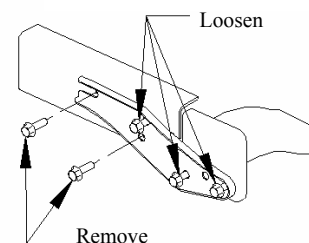

Figure 2
①	Qty. (4)	Conical Washer, 1/2"	③	Qty. (4)	Spacer
②	Qty. (4)	Hex Bolt, M12 x 40 x 1.25
2. Referring to Figure 2, remove two (2) of the existing M12 hex washer bolts from the bumper bracket as shown, and loosen the other three (3) bolts. Do this on both sides.
①	Qté. (4)	Rondelle conique de ½ po	③	Qté. (4)	Espaceur
②	Qté. (4)	Écrous hexagonaux M12 x 40 x 1.25
- Se référant à la Figure 2, Enlever les deux (2) boulons hexagonaux à rondelle existants d'un côté de l'attache du pare-choc de la structure du pare-choc comme illustré, et desserrer les trois (3) boulons. Faites ceci des deux côtés.